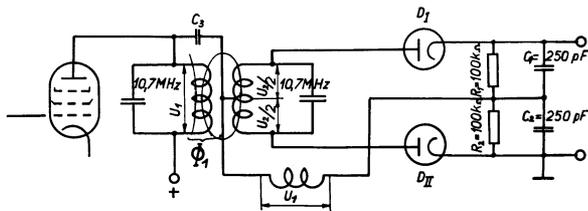

Fig. 4.08. Phasendiskriminator nach Foster-Seeley.
2. Phasendiskriminator nach Foster-Seeley (Fig. 4.08).
Betrachten wir das Gesamtschaltbild Fig. 4.08, so erkennen wir sogleich, daß im ersten Fall $f = f_r$, das ist bei unmodulierter HF, keine Spannung am Ausgang auftritt, weil sich bei gleichen Diodenströmen die Spannungen an R_1 und R_2 kompensieren. Bei $f > f_r$, d.h. bei positiver Modulationshalbwellen ist der Diodenstrom I_1 größer. Somit entsteht eine positive NF-Halbwellen am Ausgang. Diese wird negativ, wenn der Diodenstrom I_2 überwiegt, was bei $f < f_r$ der Fall ist, d.h. bei negativer Modulationshalbwellen. Am Ausgang entsteht also wiederum die Umwandlerkennlinie wie beim Gegentakt-Flankengleichrichter.